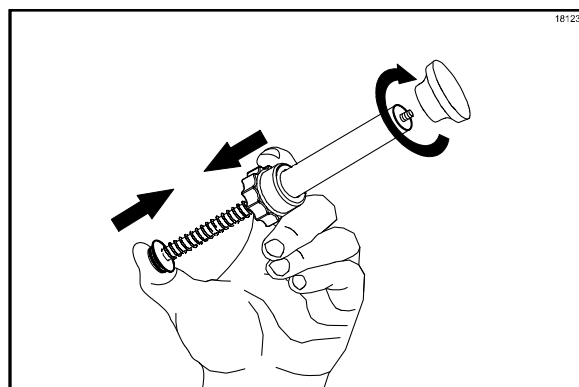

Figura 92
7. Prendendo a porca, pressione a extremidade do êmbolo para comprimir a mola até que a extremidade rosqueada da haste se projete pela abertura do tubo do êmbolo. Instale o manípulo na extremidade rosqueada do conjunto do êmbolo e aperte o manípulo girando-o no sentido horário. (Veja a Figura 92.)